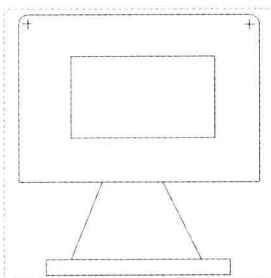

图 2-92 绘制其他圆角
Step 04 用与上同样的方法，绘制其他圆角，单击鼠标中键，完成圆角的绘制，如图 2-92 所示。